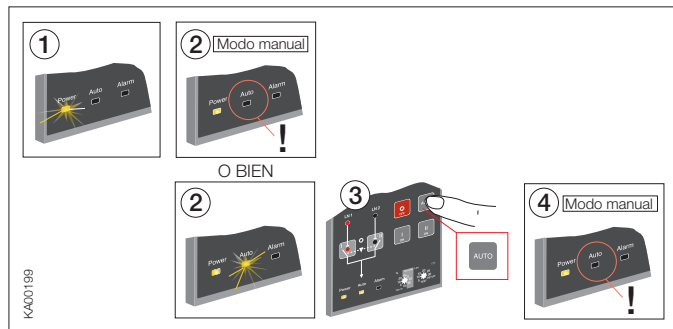

Figura 6.1 Selección del modo manual en la unidad de control automático OMD\_
- Asegúrese de que el LED Power (Alimentación) esté encendido; consulte la Figura 6.1/①.
- Si el LED Auto está apagado /②, quiere decir que la unidad de control automático está en el modo manual.
- Si el LED Auto está encendido, pulse una vez la tecla Auto /③. El LED Auto se apaga y la unidad de control automático OMD\_ está en el modo manual /④.